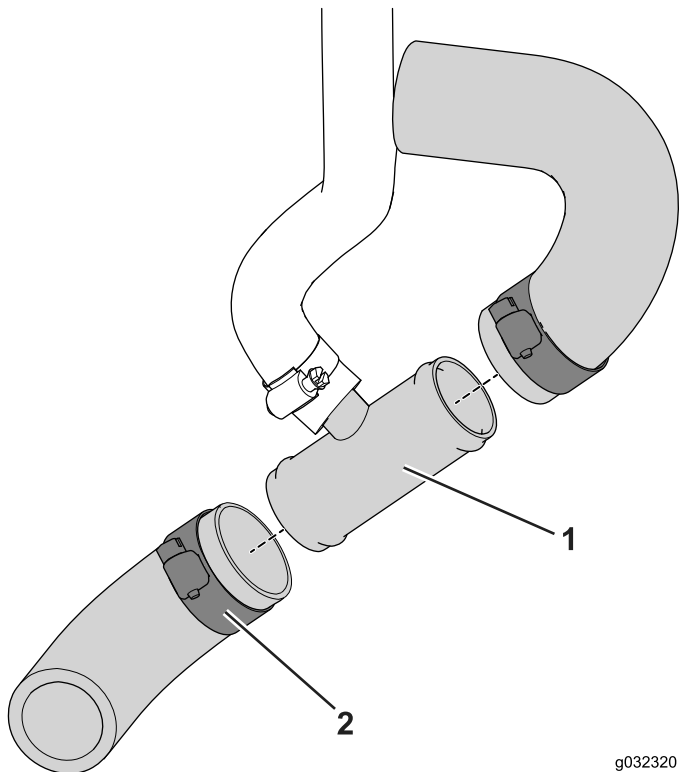

図 21
3. 図 21のように、切り口をT字フィッティングのバンプ側をホースに接続し、クランプで固定する。